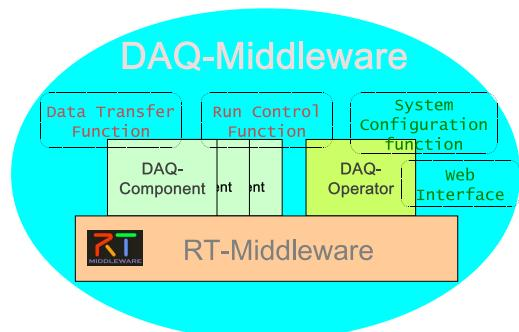

図 1: DAQ ミドルウェアと RT ミドルウェアの関係
図 1 に RT ミドルウェアと DAQ ミドルウェアの関係を示した概念図を示します。DAQ コンポーネントは前述の RT コンポーネントを拡張して設計されています。すなわち、(1) データ収集に必要なコマンドによる状態遷移の実装、(2) RT コンポーネントのサービスポートを利用したコマンド / ステータス送受信機能の実装です。また RT コンポーネントから受け継いだデータ入出力ポートにより DAQ コンポーネント間でデータ転送を行います。DAQ オペレータは、DAQ コンポーネントを制御するためのコントローラです。ユーザから「スタート」や「ストップ」というコマンドを受け、それを DAQ コンポーネントへ送信します。また、XML 文書による DAQ システムのコンフィグレーション機能、XML/HTTP プロトコルを使用したシステム・インターフェイス機能を持っています。